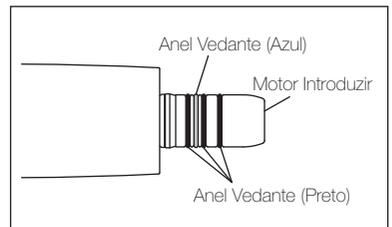

Fig.8
Substitua os anéis vedantes do motor Fig.8 no caso de existir água no tubo de ar de retorno. Substitua SEMPRE o conjunto completo de anéis vedantes.
- O anel vedante azul é mais fino do que os 3 anéis vedantes pretos, verifique se estão colocados nas ranhuras corretas Fig 8.